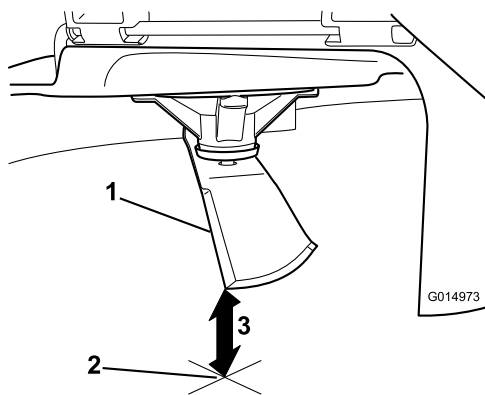

**Bild 60**
2. Tragen Sie dicke Handschuhe oder andere angemessene Handschuhe und drehen Sie das Messer langsam in eine Stellung, in der das Messen des Abstands zwischen der Schnittkante und der ebenen Fläche der Maschine möglich ist (Bild 60).